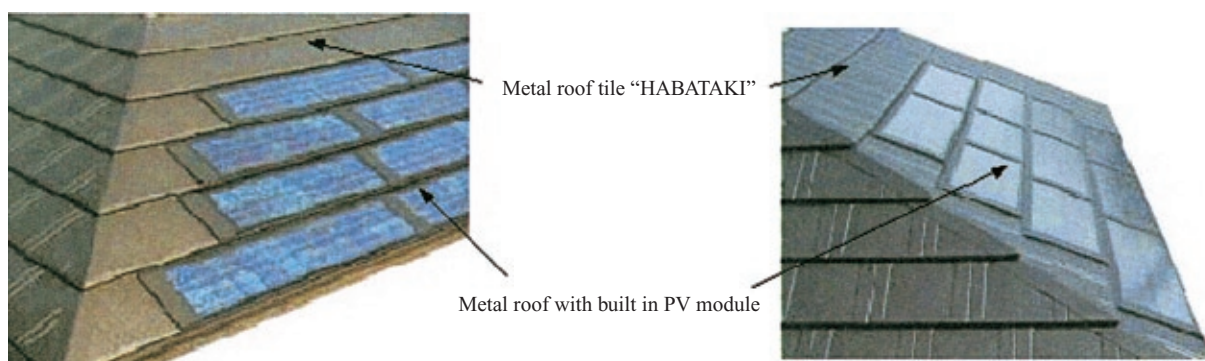

Fig. 1 Metal roof tile “HABATAKI” and “ECOWING®”
(1) Fig. 1 に示すように金属屋根と太陽電池モジュールを一体化したことで、軒先一段目からモジュール設置が可能のため、特に寄棟屋根では軒先二段目から設置し